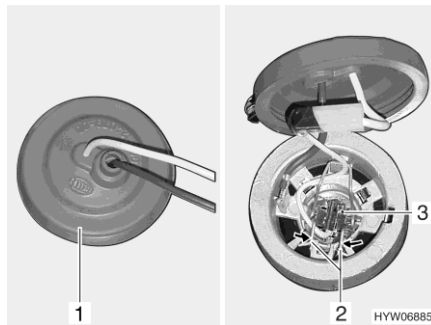

Bild 287 Scheinwerfer (Ansicht von innen)
- Hinter den Scheinwerfer greifen und Gummikappe (Bild 287,1) vom Lampengehäuse ziehen.
- Metallbügel (Bild 287,2) zusammendrücken und aus der Halterung schwenken.
- Glühlampe (Bild 287,3) mit Kabel aus dem Lampengehäuse entnehmen.